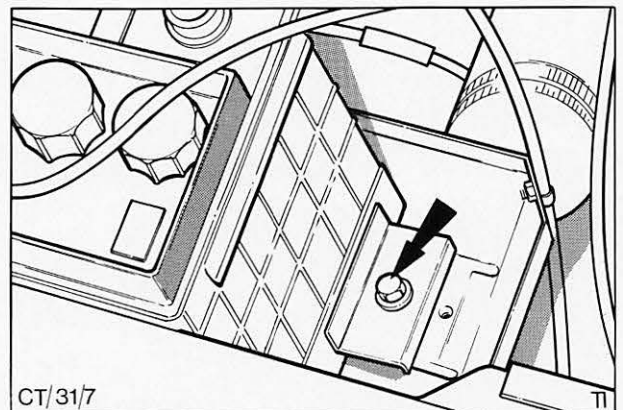

Abb. 8 Klemmschraube – Batteriehalteblech
3. Klemmschraube und Batteriehalteblech entfernen, Batterie herausheben. Abb. 8.